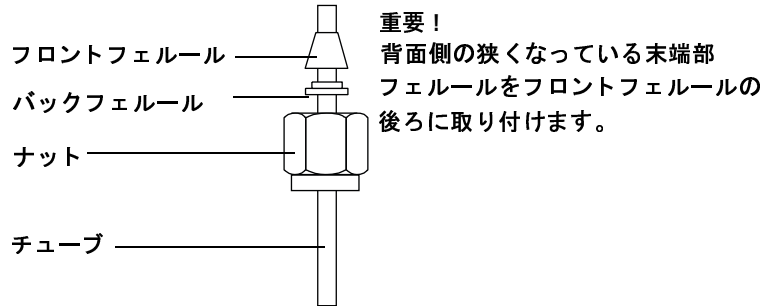

図 30 Swagelok ナットとフェルール
- 1 Swagelok ナット、バックフェルール、フロントフェルールを図 30 に示すようにチューブに取り付けます。